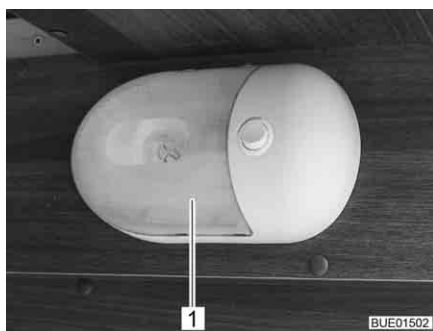

Fig. 249 Lámpara de garaje
- Comprimir la cubierta transparente (Fig. 249,1) con precaución de ambos lados, retirarla ligeramente del interruptor y quitarla hacia delante.